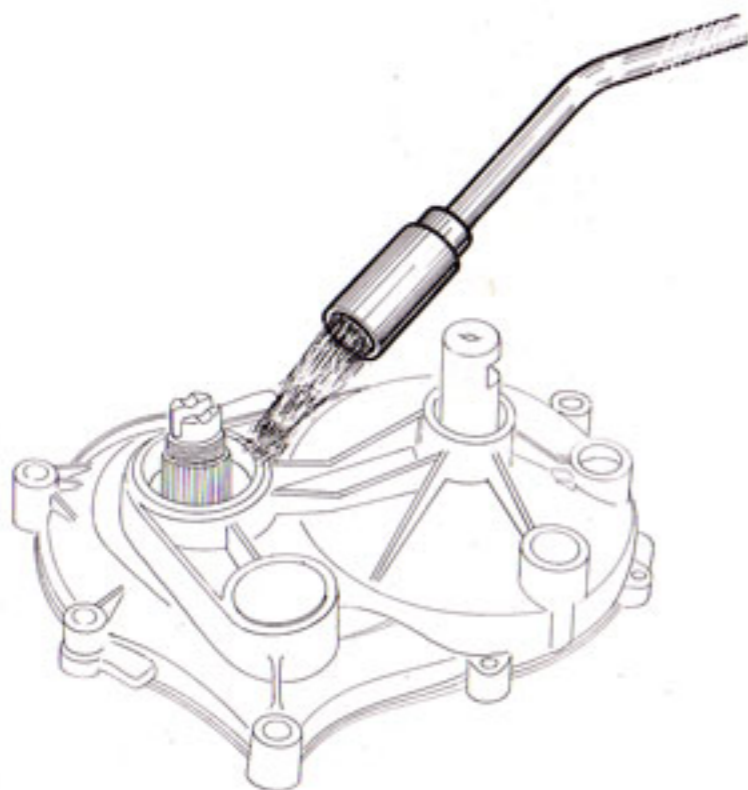

Fig. 15
- Chauffer (80° environ) le demi carter côté pignon de chaîne à l'emplacement du roulement de l'arbre secondaire (chalumeau à gaz $\frac{\text{MB - 1359}}{\text{VAR - 350}}$). Fig. 15.